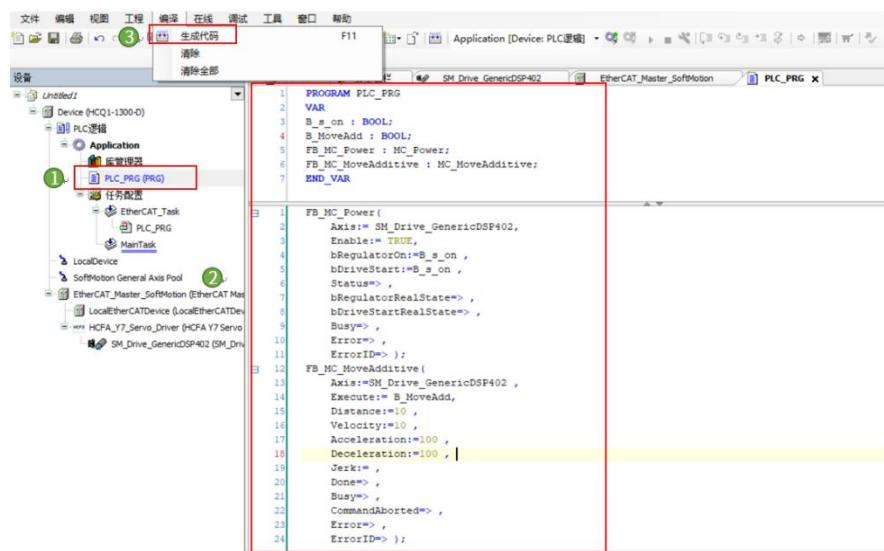

图13-16 测试代码
10. 双击打开【PLC_PRG】，编辑如图所示测试代码，点击【编译-生成代码】，如图 13-16 所示。